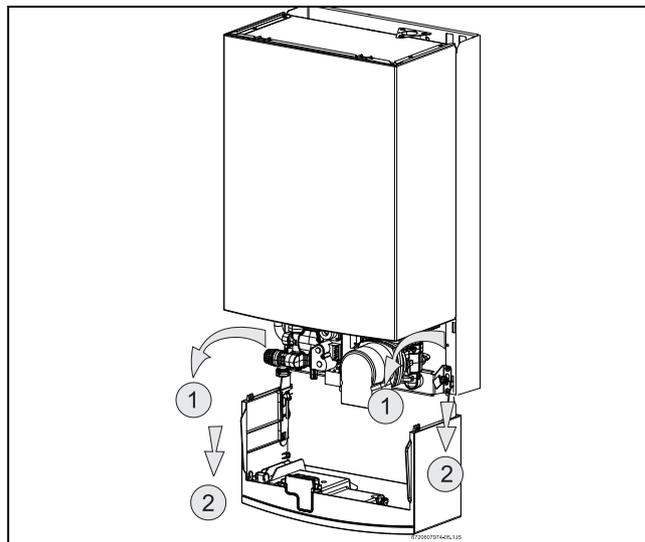

Fig. 11 Position d'entretien pour l'accès des unités hydrauliques et électroniques
- Pour retirer entièrement le panneau de commande dans la position indiquée sur la figure 11 : soulever le panneau et le tirer vers l'avant.